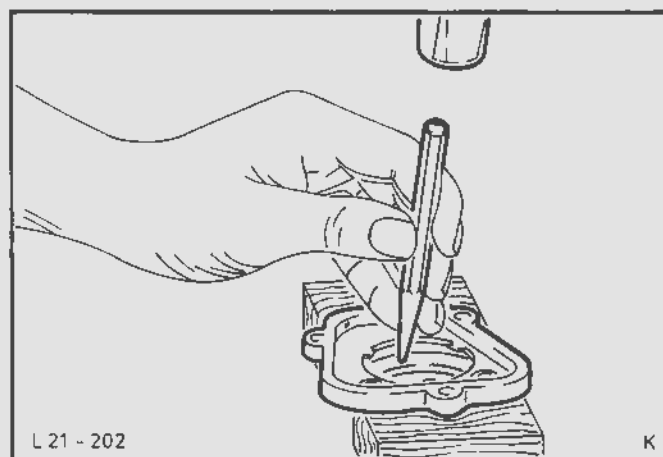

Fig.150. Driv hjælpeakslens pakdåse ud af fordækslet
13. Driv pakdåsen ud af fordækslet med en dorn, Fig.150.